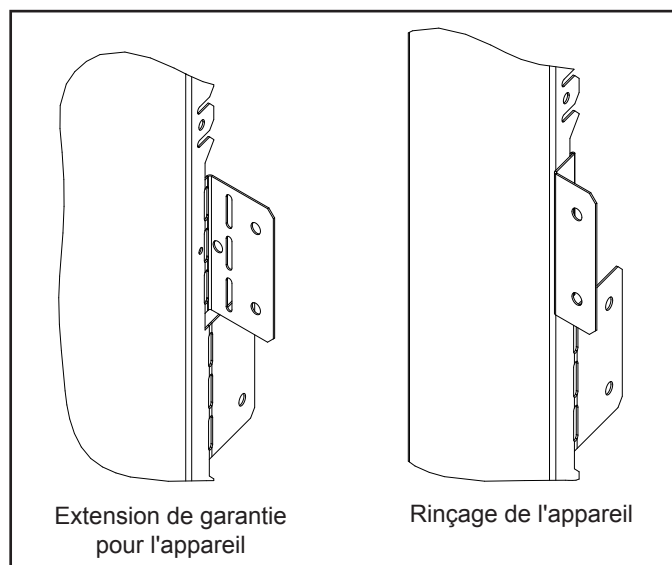

Figure 4.2 Orientation des languettes à clouer
**Remarque :** Les languettes à clouer sont conçues et positionnées de manière à permettre que la face de l'appareil soit installée soit à ras des matériaux de charpente, soit en dépassant d'environ 1,27 cm (1/2 po) au-delà des matériaux de charpente. Cela permet de recouvrir la face avant de l'appareil avec des matériaux de finition incombustibles, ou de faire remonter un revêtement combustible sur les côtés de l'appareil. Voir la figure 4.2.